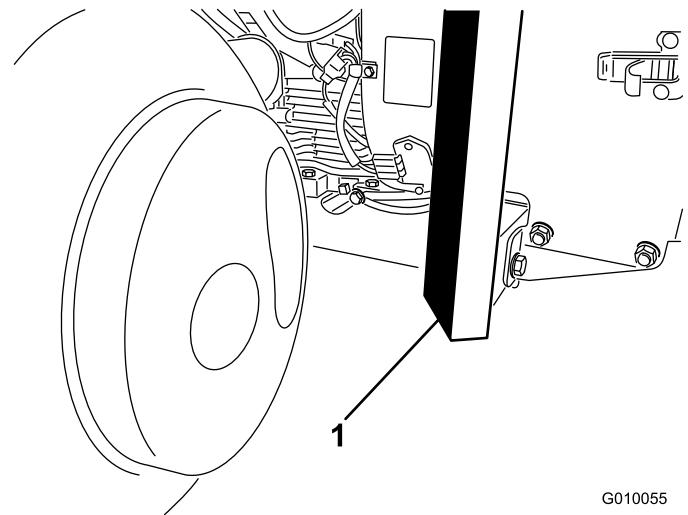

Figura 41
2. Coloque el gato firmemente debajo de la parte delantera del bastidor (Figura 41).